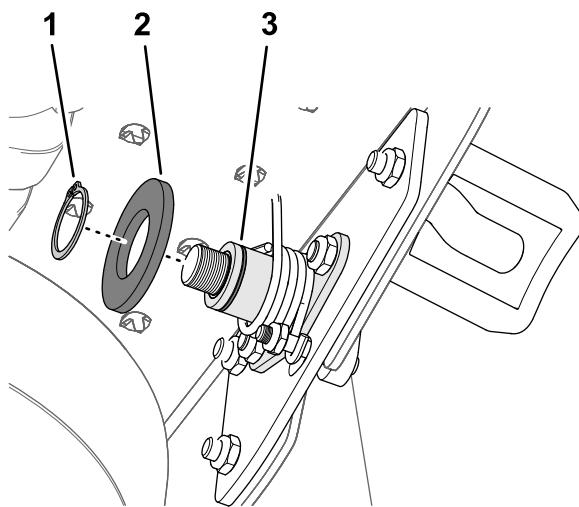

Figura 14
13. Fixe a mola de torção à placa do casquinho com uma anilha chata (1 1/8 pol. x 2 pol.) e um anel de retenção (Figura 14).